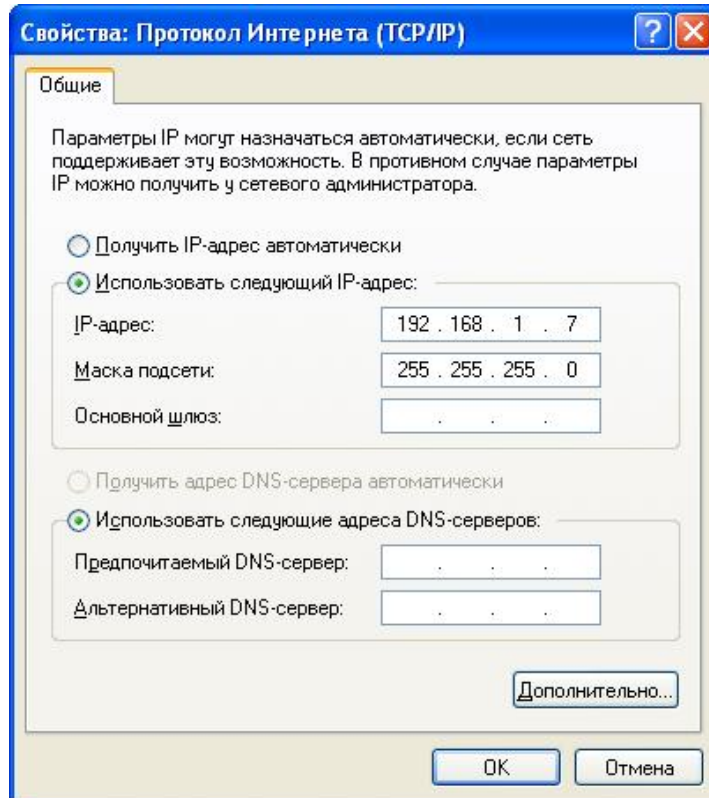

Рисунок 7. Свойства: Протокол Интернета (TCP/IP)
2.4.7 В открывшемся окне (рисунок 7) проверить настройки IP-адреса (персональный адрес ПЭВМ в ЛВС). Первые три цифры должны быть: 192.168.1, четвертая цифра – уникальный номер ПЭВМ в ЛВС (т.е в ЛВС может быть только одна ПЭВМ с таким номером). Маска подсети должна быть 255.255.255.0.